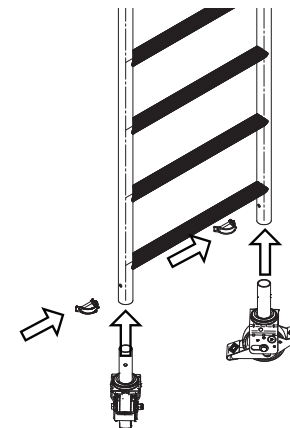

Rys. 51. Rusztowanie Levvel Solid 730
18. Kompletne rusztowanie Levvel Solid 730 wysokość wynosi 6,57 m mierzone od podłoża do szczytu drabiny nadstawki (Rys. 51).